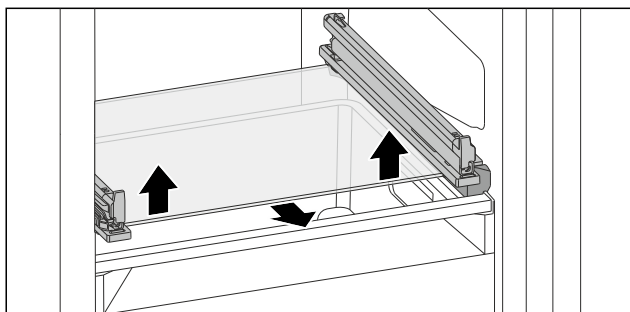

Fig. 70 Стеклянная пластина откидного выдвижного ящика
- ▶ Нажмите на стеклянную пластину снизу вверх с обеих сторон. (см. Fig. 70)